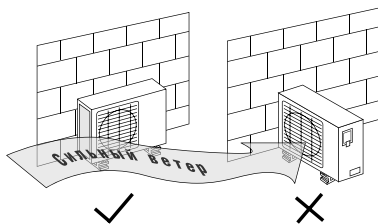

Рис. 10
- Если в том месте, где устанавливается наружный блок кондиционера, бывает сильный ветер (например, на морском побережье), разместите блок вдоль стены или установите ограждение. В противном случае вентилятор кондиционера не сможет нормально работать при сильном ветре (рис. 10).